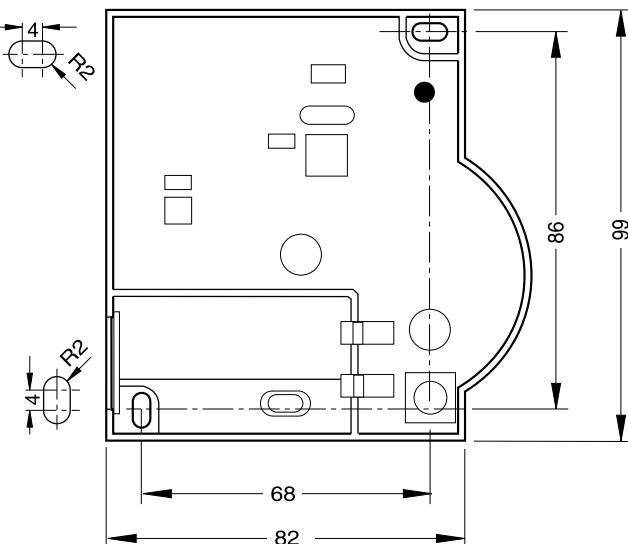

Figura 3: Diagrama de taladrado (medidas en mm)
- Marque los agujeros de taladros conforme al diagrama de taladrado (véase Figura 3).